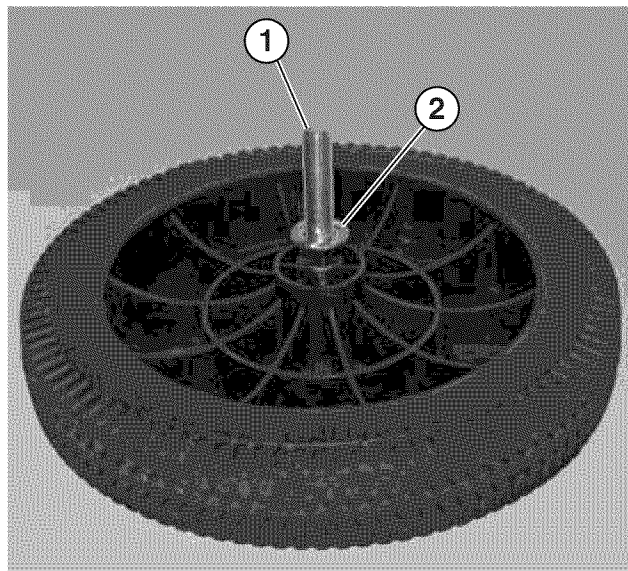

Figura 8 – Colocación de la tuerca de brida dentada exterior
- Coloque el perno de brida del eje de la rueda M12 x 105 mm a través de la rueda (vea la Figura 8).
- Enrosque la tuerca de brida dentada M12 al perno con los bordes dentados orientados en sentido contrario a la rueda. Ajuste la tuerca (vea la Figura 8).